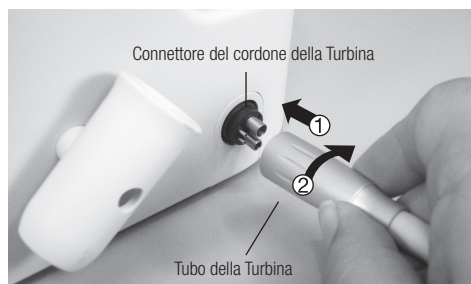

Fig. 4
- 1) Collegare l'attacco del Tubo (dal lato dell'Anello Connettore) al connettore della Turbina sull'Unità di Controllo (Fig. 4).